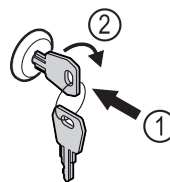

Fig. 160
- ▶ Paina avain lukkoon Fig. 160 (1).
- ▶ Kierrä avainta 90° myötäpäivään Fig. 160 (2).